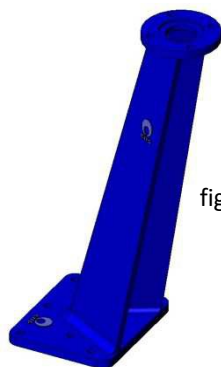

fig. 16
- Colunas de manobra inclinada (fig. 16)